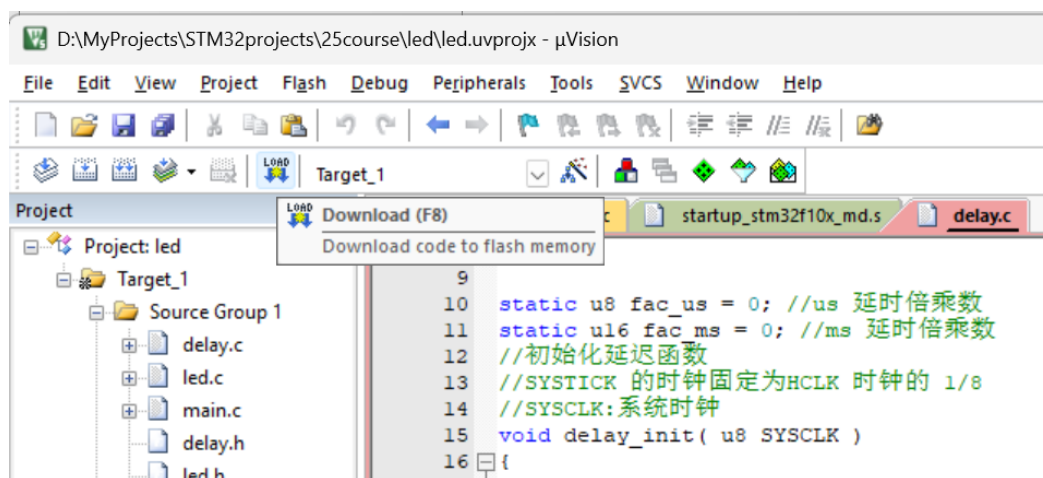

图 1-22 下载程序
- 7) 点击 Download 将程序下载到 STM32 开发板中，即可观察到开发板程序运行（如按照教程勾选”Reset and Run”），如图 1-22 所示。也可以将 STM32 开发板重新上电或者按下复位按钮让刚才下载的程序重新运行。